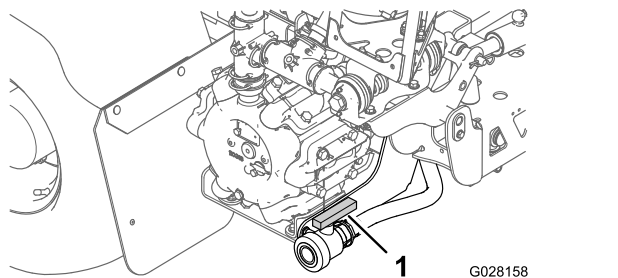

Figure 46
2. Trouvez l'emplacement du robinet de vidange de la cuve à l'arrière de la machine (Figure 46).